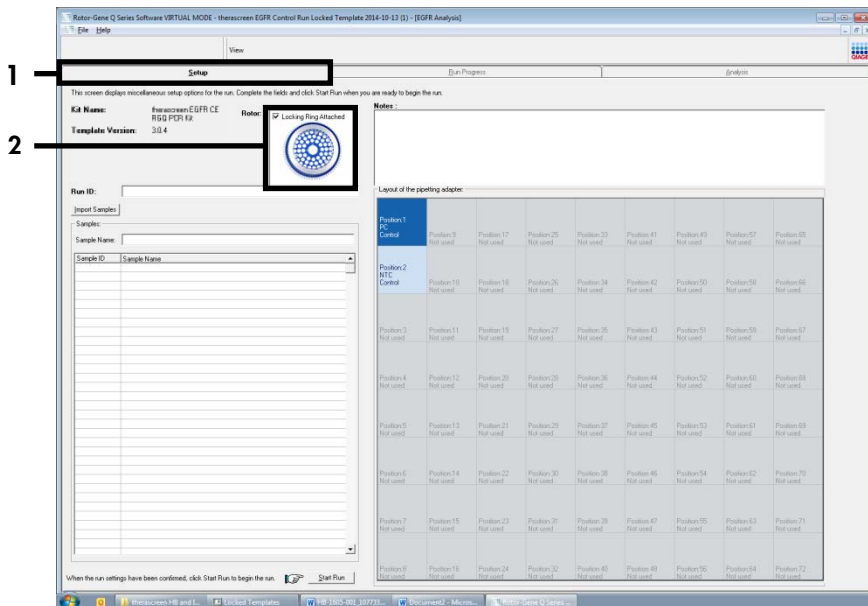

Figura 2. Pestaña “Setup” (Configuración) (1) y casilla “Locking Ring Attached” (Anillo de fijación sujeto) (2).
- Se abre de manera predeterminada la pestaña “Setup” (Configuración) (figura 2). Confirme que el anillo de fijación esté correctamente sujeto y marque la casilla Locking Ring Attached (Anillo de fijación sujeto). Cierre la tapa del equipo Rotor-Gene Q MDx 5plex HRM.